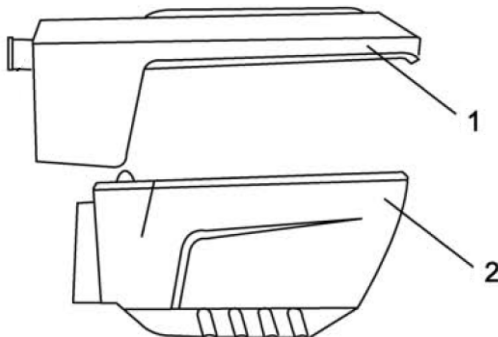

Рис. 4
2. Отсоедините контейнер пылесборника 2 (Рис. 4) от корпуса пылесборника 1 (Рис. 4)